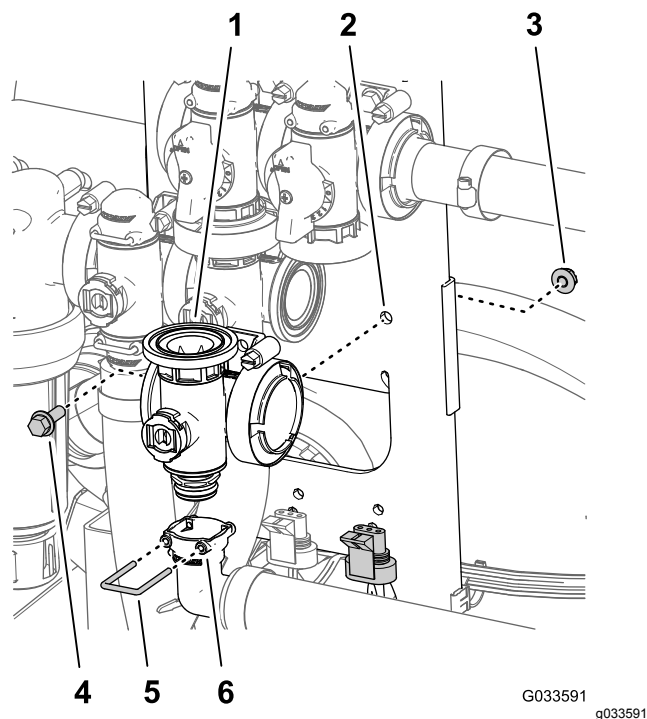

Figure 103
2. Retirez l'étrier qui fixe le raccord de sortie à 90° à l'accouplement du collecteur de la vanne maîtresse (Figure 103).
3. Retirez le boulon à embase (1/4" x 3/4") et le contre-écrou à embase (1/4") qui fixent la vanne maîtresse des rampes au support, puis déposez le collecteur de la machine (Figure 103).